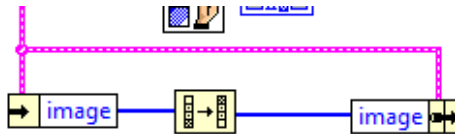

Рис.7.3. Зворотній процес
8. Тепер необхідно виконати зворотній процес, для цього BD – Cluster – Bundle By Name, та змінити налаштування доданого блок ЛКЛ “image” рис.7.3.